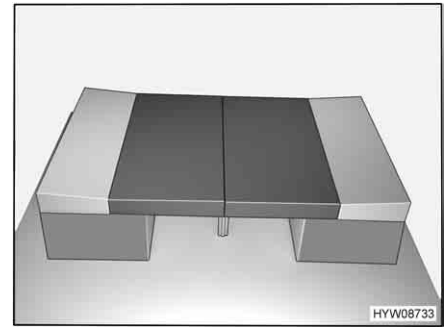

Bild 94 Efter ombyggnaden
- Lägg dit ryggdynorna mellan sittdynan och väggen (se Bild 94).